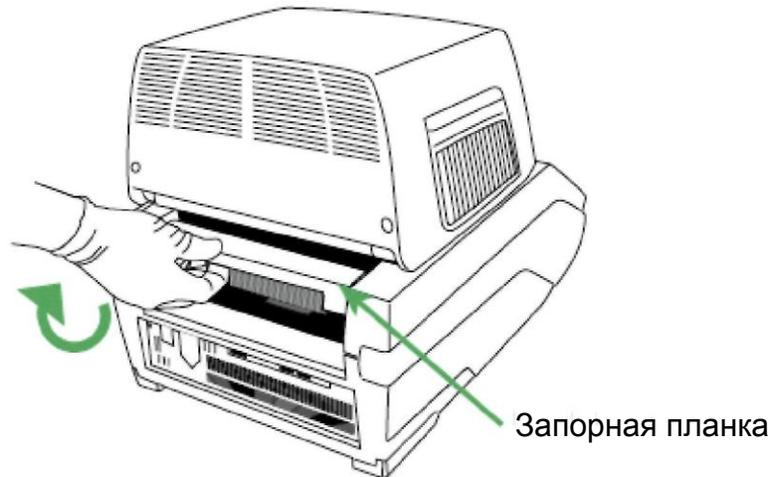

Рис. 5. Фиксация оптического реакционного модуля
4. Потяните на себя запорную планку в задней части основного блока термоциклера C1000 Touch или CFX Connect, пока она не окажется на одном уровне с боковыми сторонами отсека. Модуль переместится вперед и зафиксируется (Рис. 5).